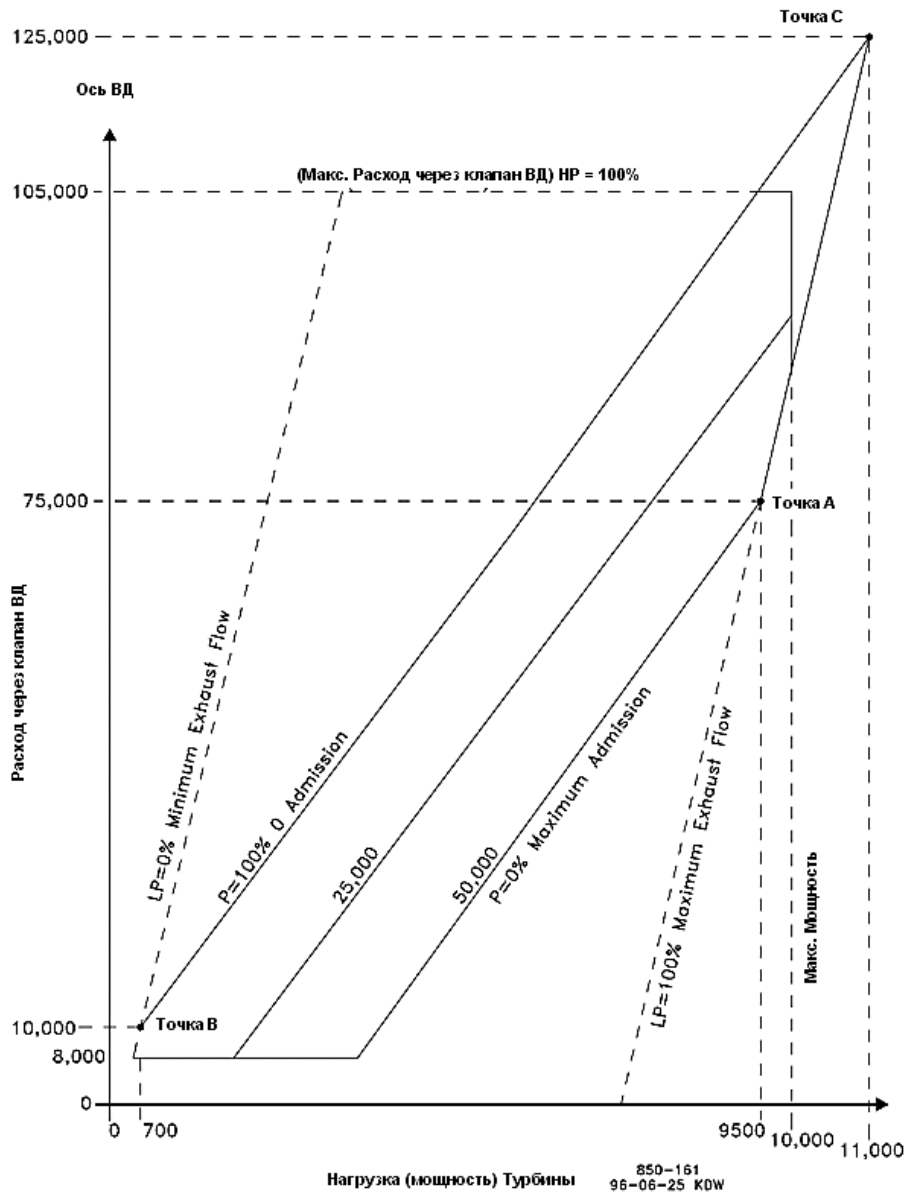

Рисунок 4-5. Типовой График для Впуска Пара
Прежде чем график отбора может быть введен в программу системы регулирования, необходимо найти точки пересечения А, В, и С (смотри Рисунок 4-5).
Если имеется только точка А, ваш график необходимо модифицировать для включения точек В и С. Необходимо будет создать линию LP=0. Для этого вы должны знать минимальный требуемый расход пара на выходе турбины. В нашем примере графика пара (Рисунок 4-5) минимальный требуемый расход 10 000 фунтов в час (4536 кг/час).
1. Продолжите линию нулевого впуска (P=100%). Смотри Рисунок 4-5.